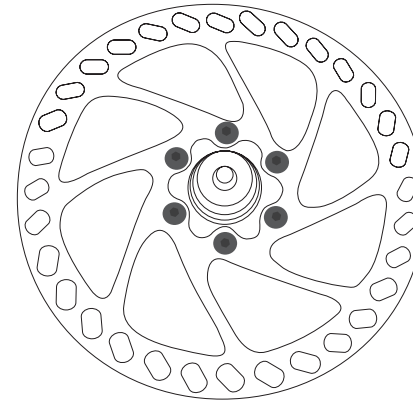
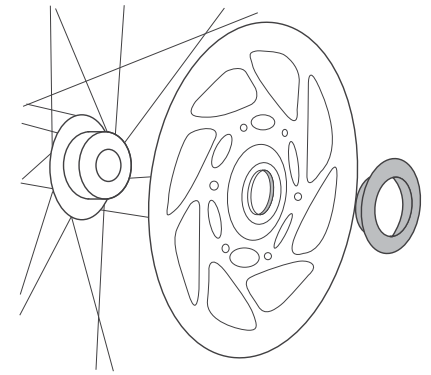

Figura 3. Tornillos del disco
Figura 4. Tuerca Centerlock
Si sus ruedas son para frenos de disco, asegúrese de que el disco de freno (Figura 3 o Figura 4) está bien apretado:
- Apriete los tornillos del disco (Figura 3) a 45-55 Lb•in (5-6,2 Nm).
- Apriete la tuerca Centerlock (Figura 4) a 350 Lb•in (40,2 Nm).